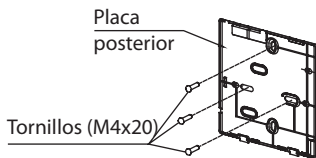

Figura 3-5
- Para el montaje en superficie, fije la placa posterior en la pared con los 3 tornillos (M4x20) y tapones. (Figura 3-5)